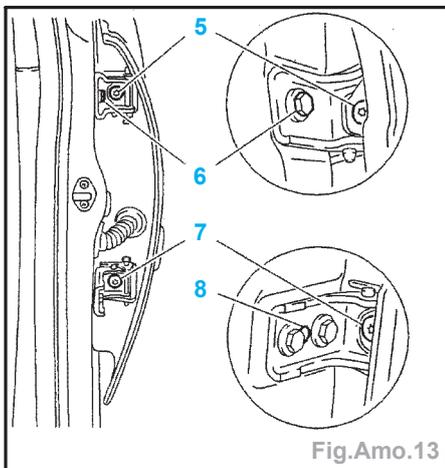

Fig.Amo.13
Nota : Pion de centrage initial (8) (Fig.Amo.13).
- les jeux de porte par la vis (6),